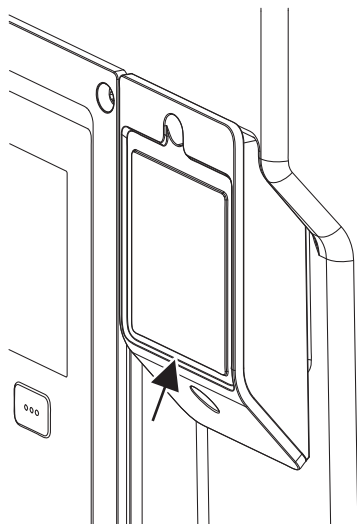

Fig. 28: Couvercle du module BT Wilo-Smart Connect
| Couvercle du module BT Wilo-Smart Connect | Fig. 28                           | Six pans femelles/M3x10 | 0,6                                                         |                        |
1. Desserrer la vis du couvercle du module Wilo-Smart Connect (Fig. 28) et ouvrir le couvercle.
En raison de sa conception, le module BT Wilo-Smart Connect ne peut être branché que dans un sens. Une autre fixation du module n'est pas possible. Le couvercle du module Wilo-Smart Connect (Fig. 28) sur la partie supérieure du module électronique maintient fermement le module dans l'interface.